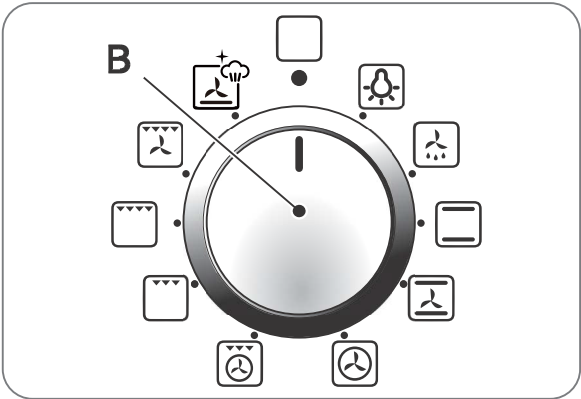
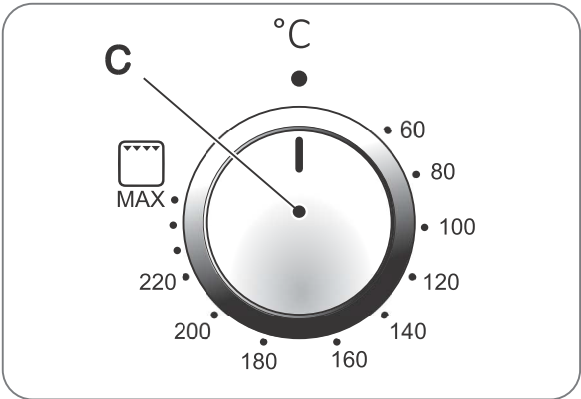

Abb. 4.2
Abb. 4.3
Zum Einschalten und Verwenden des Backofens im manuellen Modus (mit Ausschluss des Garprogramms) genügt es, den Drehknopf zur Auswahl des Garmodus (**B, Abb. 4.2**) in die gewünschte Position zu stellen und dann die Temperatur mit dem Thermostaddrehknopf (C, Abb. 4.3) einzustellen.
- 3 - Stellen Sie mit dem Drehknopf zur Auswahl des Garmodus (**B, Abb. 4.2**) die gewünschte Garfunktion ein und verwenden Sie den Drehknopf (C, Abb. 4.3), um den Thermostat einzustellen.